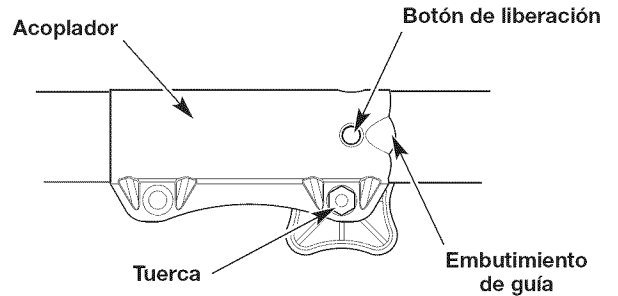

Fig. 5
NOTA: La alineación del botón de liberación con el embutimiento de guía ayudará en la instalación (Fig. 5).
NOTA: No ajuste demasiado la tuerca (Fig. 5).
2. Oprima y mantenga apretado el botón de liberación (Fig. 5).